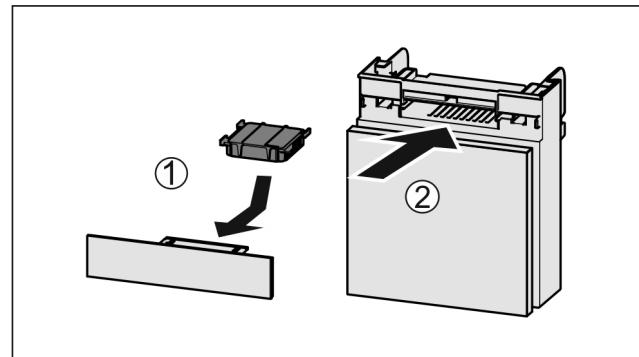

Fig. 133
- Aktivkohlefilter nach Abbildung einsetzen Fig. 133 (1).
► Fach einschieben Fig. 133 (2).